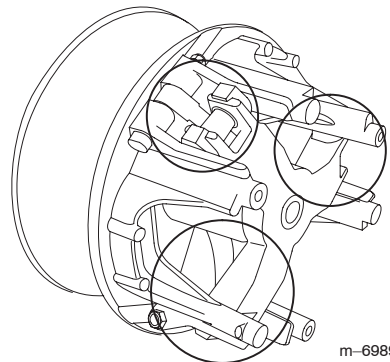

Figura 56
5. Lubrique las piezas en movimiento en las zonas indicadas en la Figura 56 usando Spray Lubricante Seco de Toro, disponible a través de su Servicio Técnico Autorizado Toro.